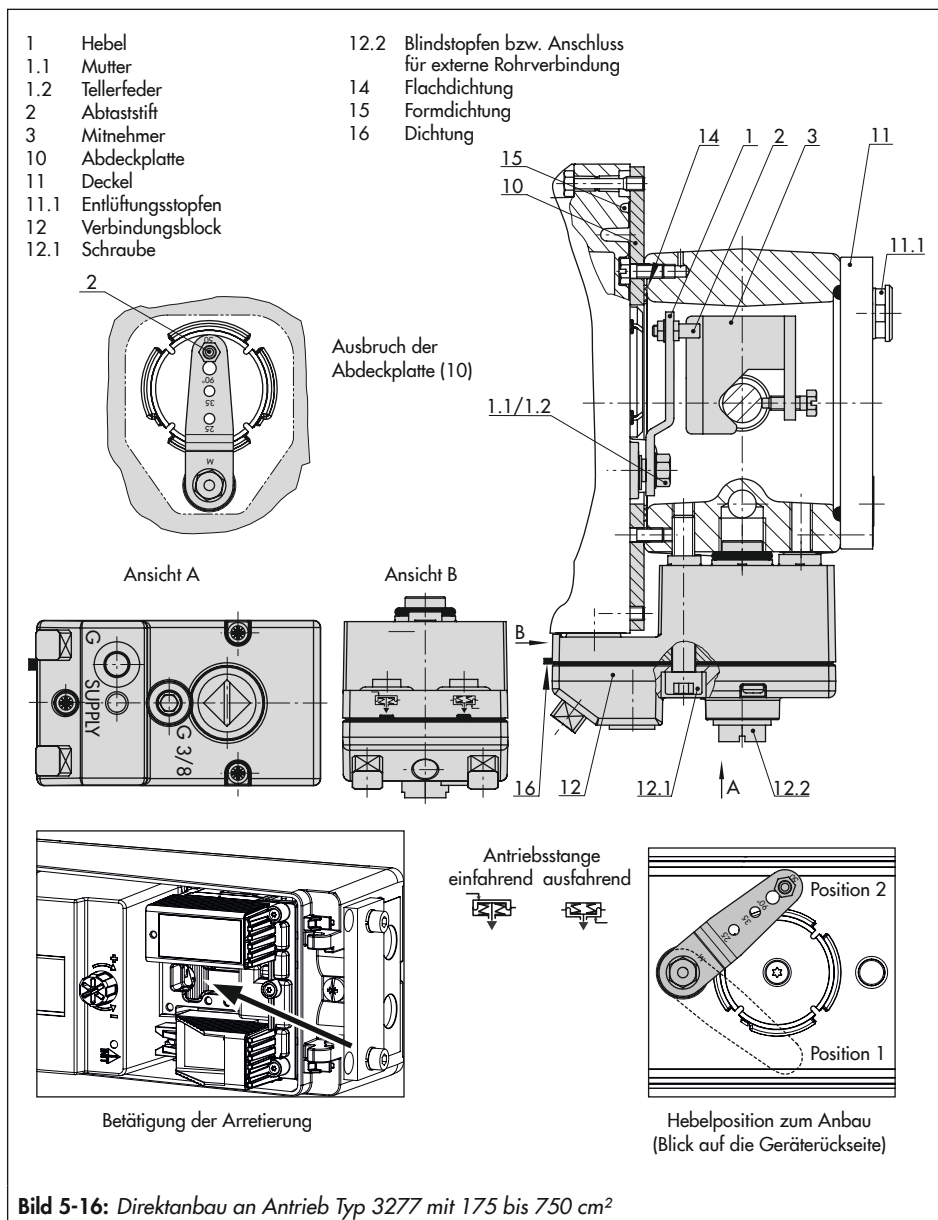

Bild 5-16: Direktanbau an Antrieb Typ 3277 mit 175 bis 750 cm²
Um die Stellungsreglerwelle beim Anbau an das Ventil zu arretieren, mit einem Schlitzschraubendreher in die Nut der Grenzkontaktbaugruppe eingreifen und Welle in Position 2 halten, vgl. Bild 5-16.
- Vgl. Bild 5-16
1. Mitnehmer (3) an die Antriebsstange setzen, ausrichten und so festschrauben, dass die Befestigungsschraube in der Nut der Antriebsstange sitzt.
2. Abdeckplatte (10) mit schmaler Seite des Ausbruchs in Richtung zum Stelldruckanschluss befestigen, die aufgeklebte Flachdichtung (14) muss zum Antriebsjoch zeigen.
3. Stiftposition des Abtaststifts (2) am Hebel M (1) kontrollieren. Anbausituation den Hubtabellen entnehmen und Stift ggf. umsetzen (vgl. Kap. 5.2.1).
4. Formdichtung (15) in die Nut des Stellungsreglergehäuses einlegen.
5. Hebel so lange gegen den Uhrzeigersinn drehen, bis die Federkraft spürbar (Position 1) ist und anschließend in die Position 2 (vgl. Bild 5-16, unten rechts) weiterdrehen.
6. Arretierung der Welle betätigen (vgl. Bild 5-16, unten links), um Hebel in Position 2 zu halten.
7. Stellungsregler an der Abdeckplatte so aufsetzen, dass der Abtaststift (2) auf der Oberseite des Mitnehmers (3) zu liegen kommt. Der Hebel (1) muss mit Federkraft auf dem Mitnehmer aufliegen.
9. Arretierung der Welle des vorbereiteten Stellungsreglers betätigen (vgl. Bild 5-16, unten links) und Hebel in Position 2 halten.